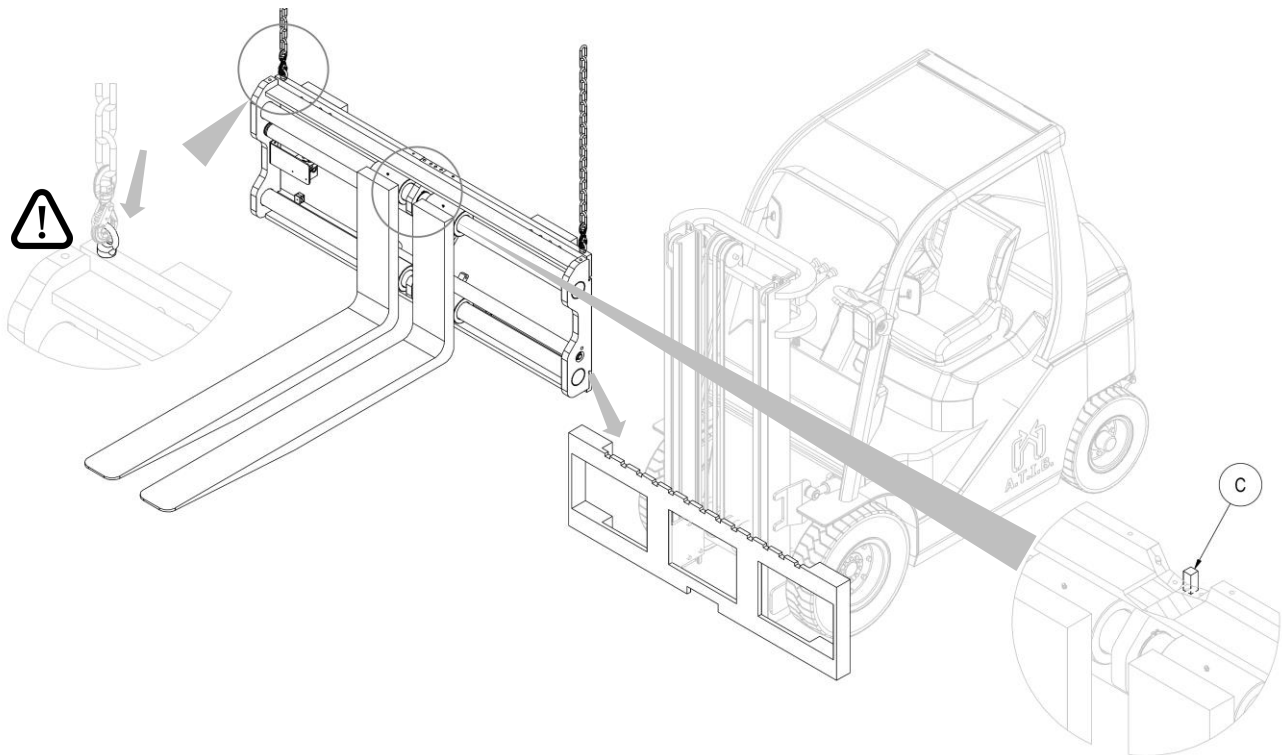

Figure 3
6. Pour la manutention, il est nécessaire d'utiliser des œillets qui doivent être vissés dans les trous prévus à cet effet (voir détail *Figure 3*).
7. À l'aide d'un pont roulant ou d'un palan de capacité suffisante, positionner l'équipement sur le tablier porte-fourche, en prenant soin d'insérer la dent de centrage **C** dans l'encoche centrale de ce dernier (voir détail *Figure 3*).